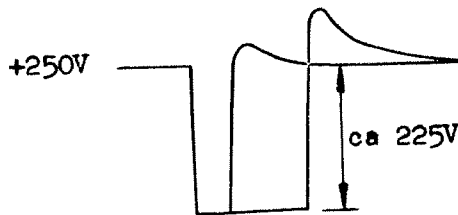

Bild 3
67. Mät pulsens bottningspänning på rör V5 stift 7 (max 50 V). Se bild 3.